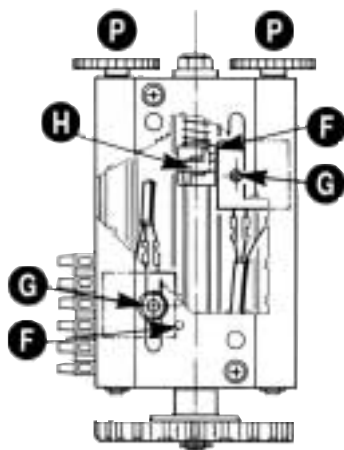

Fig. 7
Per la regolazione (fig. 7): sbloccare i dadi G. Stabilito il senso di spostamento della camme H sia in apertura che in chiusura, posizionare a vista i due finecorsa F agendo sui pomoli P. Dopo aver verificato il corretto funzionamento elettrico dei due microswitches si perfeziona la loro posizione fino ad ottenere l'arresto in apertura e in chiusura nella posizione voluta, poi si bloccano i dadi G. N.B. Il finecorsa di normale produzione viene utilizzato per cancelli aventi lunghezza Max di 13 metri. In caso il cancello abbia lunghezza superiore, a richiesta si possono fornire i finecorsa Special, per cancelli fino a 18 metri (cod.ACG7089).
- 1 - **Dopo aver posizionato le camme di finecorsa sulla cremagliera (Fig.7 pag.4)** mettere il DIP1 in posizione ON. Il led DL5 inizia a lampeggiare.